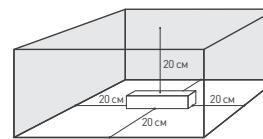

Рис. 5. Свободное пространство вокруг источника
- 4.3. Для естественной вентиляции обеспечьте не менее 20 см свободного пространства вокруг источника питания, как изображено на рис. 5. При невозможности обеспечить свободное пространство используйте принудительную вентиляцию.